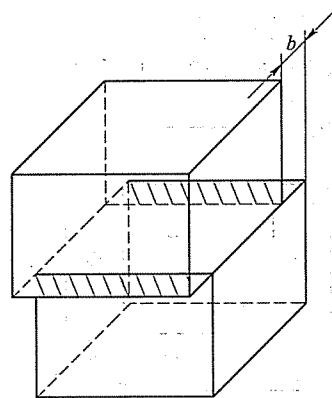

图 19-2 第三题第 1 小题解答图
(1) 位错线  $ab$  和位错线  $cd$  的方向矢量都和其柏氏矢量  $b$  垂直，故它们属于刃型位错；而位错线  $bc$  和位错线  $da$  的方向矢量都和其柏氏矢量  $b$  平行，故它们属于螺型位错。
(2) 位错环  $abcd$  全部移出晶体后，晶体会产生宽度为一个柏氏矢量的滑移量，所产生变形的方向与切应力  $\tau$  的方向一致，如图 19-2 所示。